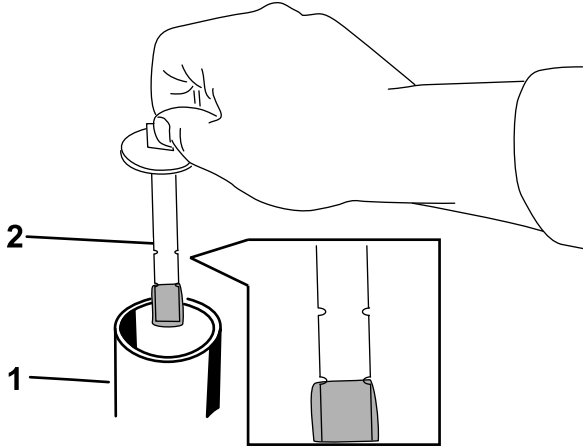

Figure 82
5. Enlevez le bouchon et la jauge du réservoir hydraulique (Figure 82).